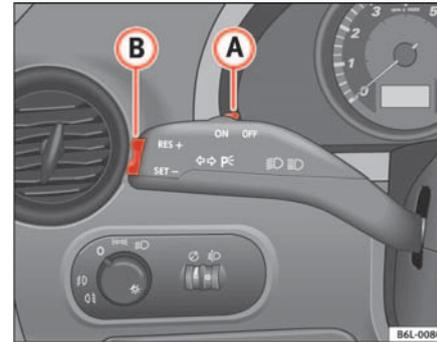

Abb. 103 Blinker- und Fernlichthebel: Schalter und Wippe für GRA
- Drücken Sie den oberen Teil der Wippe **RES** ⇒ Abb. 103 **(B)**, um die Geschwindigkeit zu erhöhen. Solange Sie die Wippe gedrückt halten, beschleunigt das Fahrzeug. Sobald Sie die Wippe loslassen, wird die neue Geschwindigkeit gespeichert.
Wenn Sie die gespeicherte Geschwindigkeit durch Treten des Bremspedal verringern, ist die Regelung der gespeicherten Geschwindigkeit ausgeschaltet. Sie können durch einmaliges Drücken des oberen Teils der Wippe **RES+** ⇒ Seite 146, Abb. 103 **B** die Regelung wieder aufnehmen.